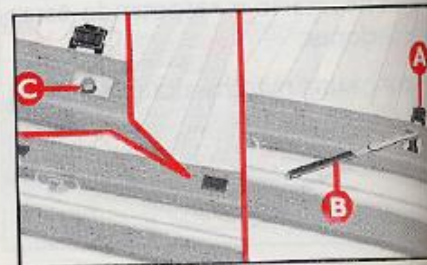
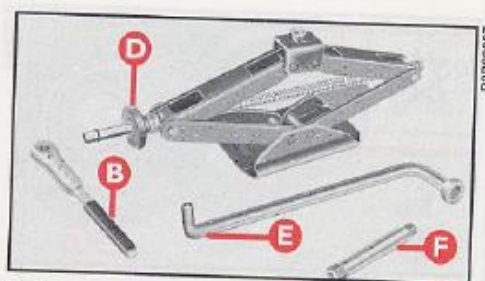

fig. 2
fig. 5
- afloje con la llave de trinquete **B** y el elemento de prolongación **F**-fig. 5 los dos tornillos de fijación visibles **C**-fig. 2
- desenganche el soporte de la rueda con la llave **E**-fig. 5 situada en el alojamiento **L**-fig. 4 del lado izquierdo del soporte y saque la rueda de debajo de la plataforma.
- 2) Gire el casquillo **D**-fig. 5 para abrir parcialmente el gato.
5) Introduzca en el casquillo el elemento de prolongación **F**-fig. 5 y luego la llave de trinquete **B** y levante el vehículo hasta que la rueda se alce algunos centímetros del suelo. Accionando la llave de trinquete alternativamente, compruebe que éste se mueva libremente para evitar el riesgo de que se produzcan abrasiones en la mano debido al roce contra el suelo.